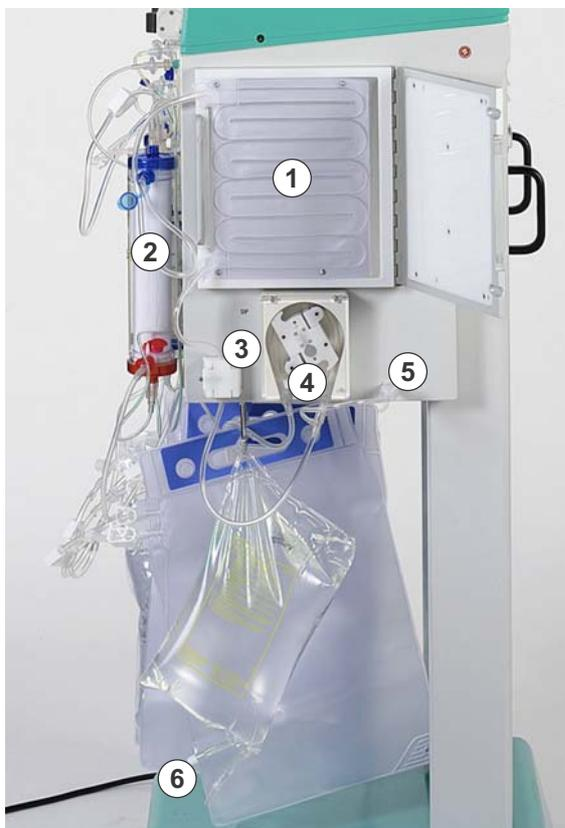

Fig. 4-14 Montaggio della linea del dialisato
1. Inserire la sacca di riscaldamento nel riscaldatore (Fig. 4-14 , ① ), servendosi dei fori previsti nella sacca.
2. Collegare la linea di ingresso blu al dializzatore (Fig. 4-14 , ② ).
3. Inserire la linea di ingresso blu nel sensore aria dialisato (DAD, Fig. 4-14 , ③ ).
4. Inserire lo spezzone pompa della linea del dialisato nella pompa dialisato (Fig. 4-14 , ④ ) con il segno blu a sinistra.
5. Fissare il trasduttore di pressione (Fig. 4-14 , ⑤ ).
6. Collegare il distributore della linea del dialisato alla sacca pronta del dialisato (Fig. 4-14 , ⑥ ) e rompere il cono frattura.